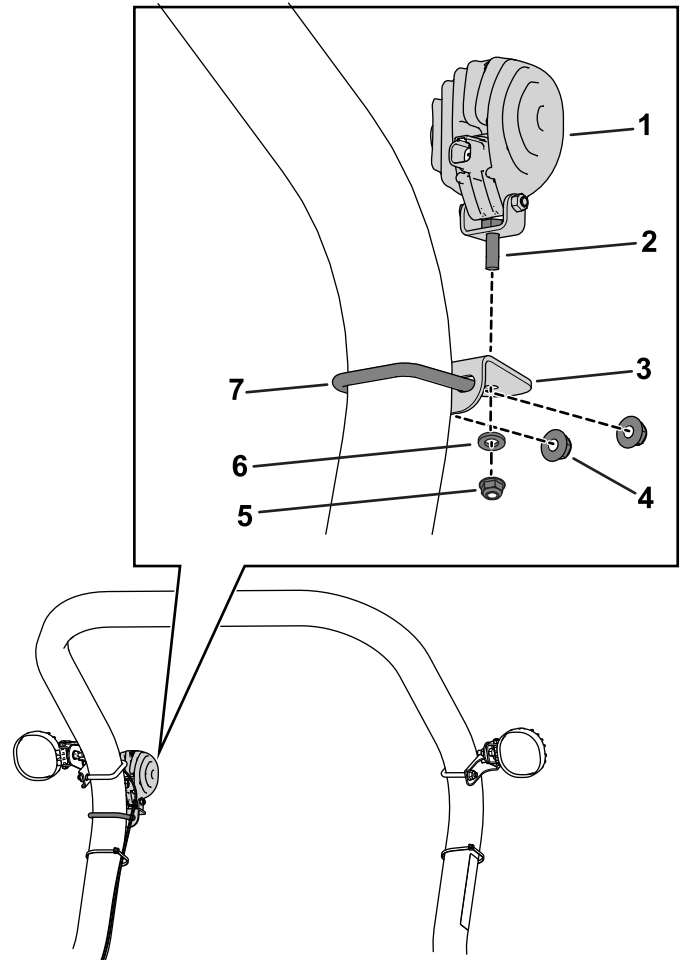

图 1
1. 如图 1 所示，使用随灯具总成提供的螺栓、垫圈和螺母将灯安装到支架上。
2. 如图 1 所示，使用 U 形螺栓和 2 个螺母 (3/8 英寸) 将支架安装到翻车保护杆右侧。